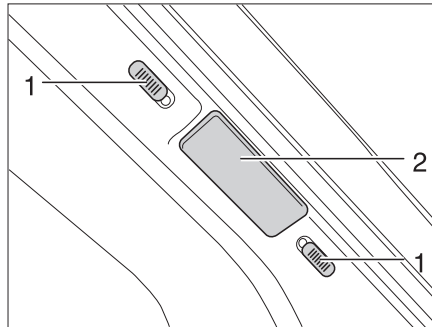
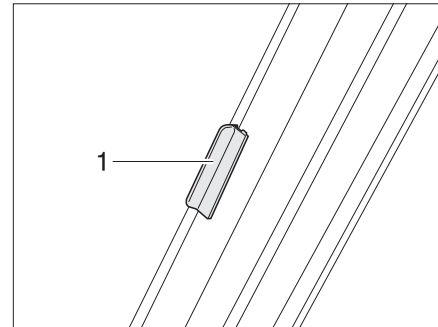

Fig. 25 Bloqueo estor plegable luna delantera
Fig. 26 Bloqueo estor plegable luna delantera (modelo 1)
- Empujar ambas mitades del estor plegable para la luna delantera en el tirador (Fig. 25,2 y Fig. 26,1) hacia afuera, hasta el tope.
- Empujar los botones de bloqueo (Fig. 25,1) hacia abajo o hacia arriba. Cuando se vea el punto rojo, estará abierto el bloqueo.